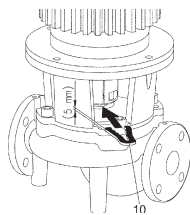

Fig. 13: Zakładanie widelki montażowych
- Wsunąć widelki montażowe (Fig. 13, poz. 10) pomiędzy latarnię i sprzęgło. Nie może być luzu między widelkami montażowymi a elementami pompy.
13. Wsunąć widełki montażowe (Fig. 13, poz. 10) pomiędzy latarnię i sprzęgło. Nie może być luzu między widełkami montażowymi a elementami pompy.